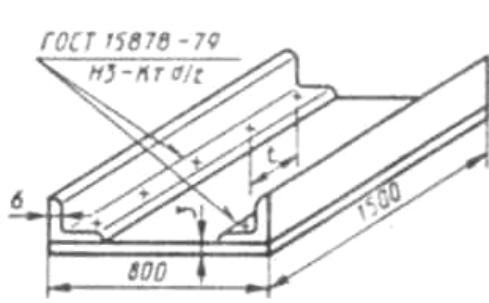

Рис. 40
2. Разработайте процесс сварки панели (рис. 40) из стали марки Ст3. Шаг точек $t=5d_t$. Производство массовое. Укажите подготовку заготовок под сварку. По толщине свариваемых заготовок выберите тип машины и укажите ее технические данные. Рассчитайте площадь контактной поверхности электрода. По значениям $j(\text{A}/\text{мм}^2)$ и $p(\text{мН}/\text{м}^2)$ определите сварочный ток и усилие, приложенное на электродах. Определите время сварки изделия. Укажите возможные дефекты и причины их возникновения.